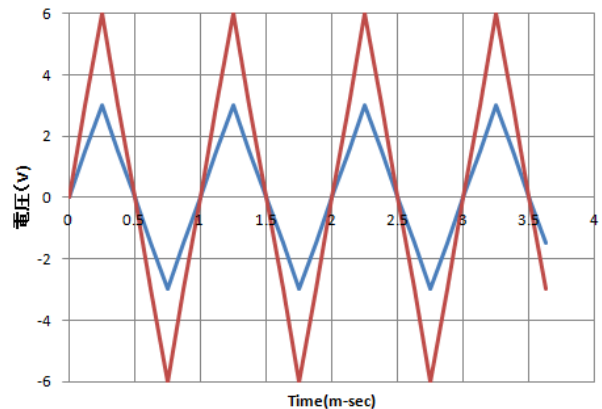

図 KA3 入力波形 (青) と  $E_o$  波形 (赤)
- ・ C 項(3)③④ オシロスコープ出力波形と計算で求めた  $E_o$  波形(図 KA3)。